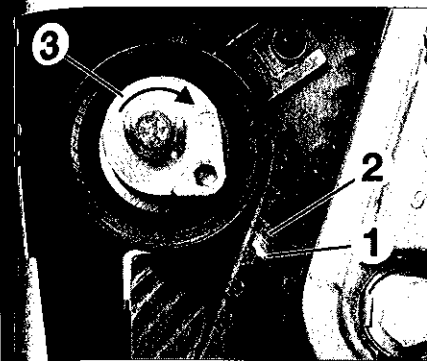

FIG.18
Tourner le galet tendeur (3) dans le sens horaire et placer l'index (1) en face du repère (2) (Fig.18).